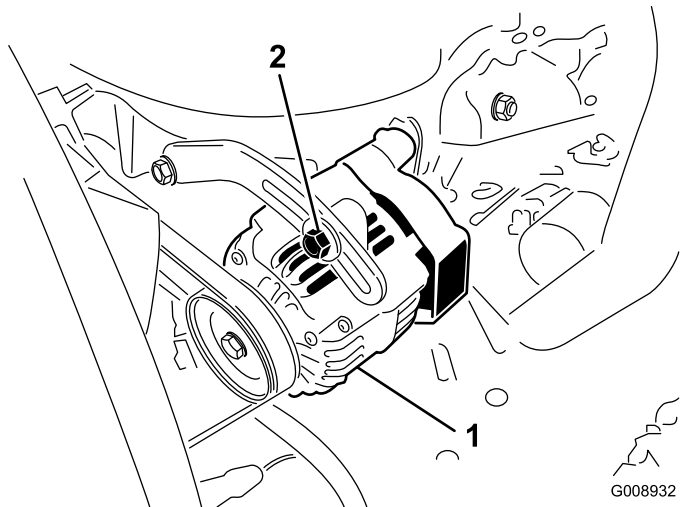

图 118
每操作 100 个小时后检查皮带的状况和张紧力 (图 118)。
3. 如果下压不是 10mm 请松开发电机固定螺栓 (图 118)。